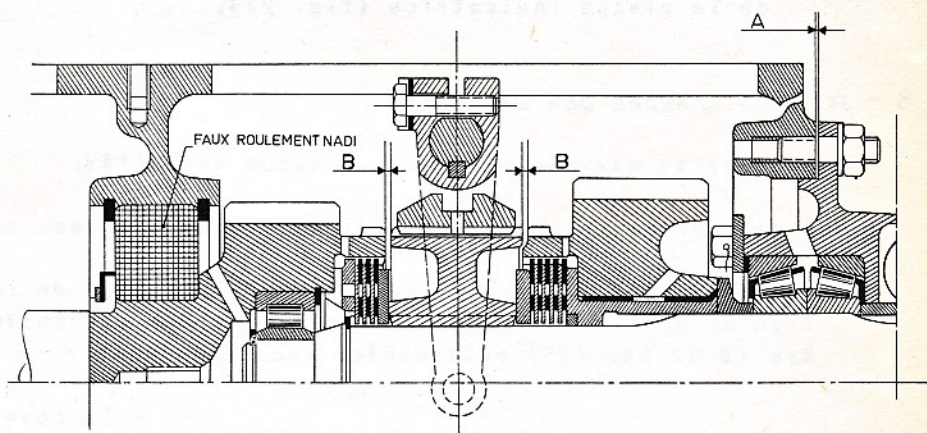

Fig. 21
c) Réglage du synchronisme (fig.21).